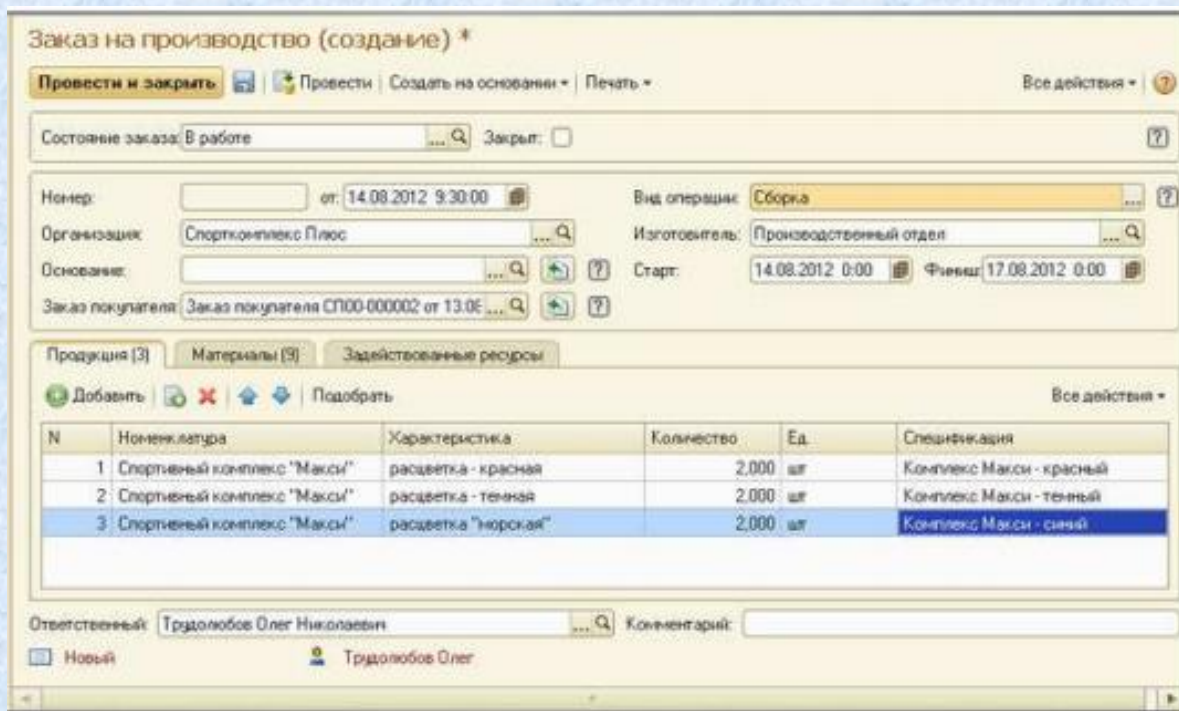

Рисунок 8 - Заказ на производство, вкладка «Продукция»
1. Заполните в шапке документа следующие реквизиты (рисунок 8):